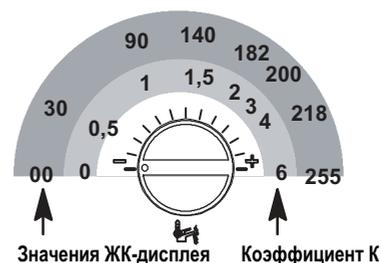

Рисунок 5.31
- Поворачивая регулятор (Рисунок 5.31), установите желаемое значение в диапазоне от минимального 30 (на ЖК-дисплее параметр P15 будет загораться поочередно с 30)
до максимального 255 в зависимости от кривой коэффициента К, выбранной на рисунке, расположенном выше (см. Рисунок 5.31).